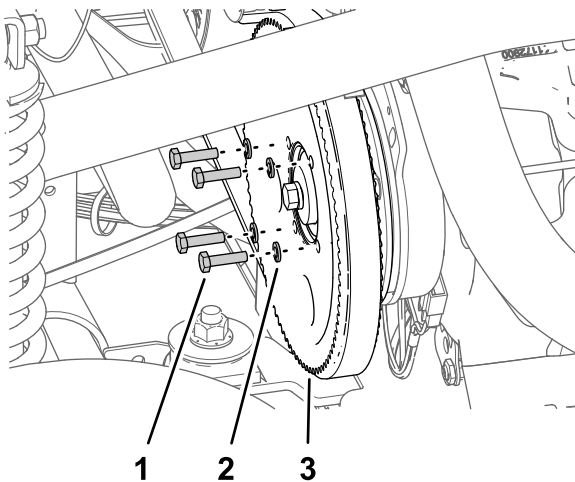

Figura 179
3. Retire los 4 pernos ($\frac{1}{4}$ " x 1") y las 4 arandelas de freno ($\frac{1}{4}$ ") que sujetan la polea a la bomba de fumigación (Figura 179).